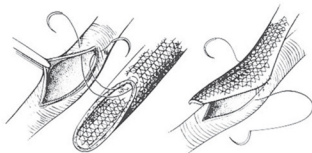

Fig. 9
2. El polipropileno en monofilamentos es el material de sutura que se prefiere. Durante la sutura, dé la vuelta a los bordes de la prótesis y cerciórese de que todo el grosor de la pared y el orificio de la malla queden incorporados en cada punto. Fig. 9.